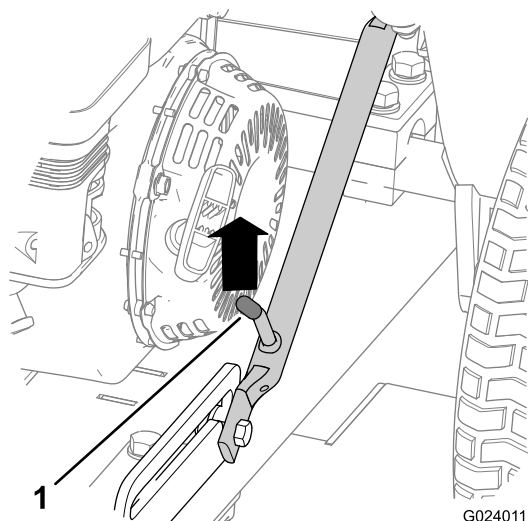

図 18
1. ラッチレバーがスライドディテントから外れるまで、ヒッチアセンブリを押し上げる 図 18。
5. ヒッチを上げて 図 23、ラッチのレバーをスライドディテントにロックする 図 18。